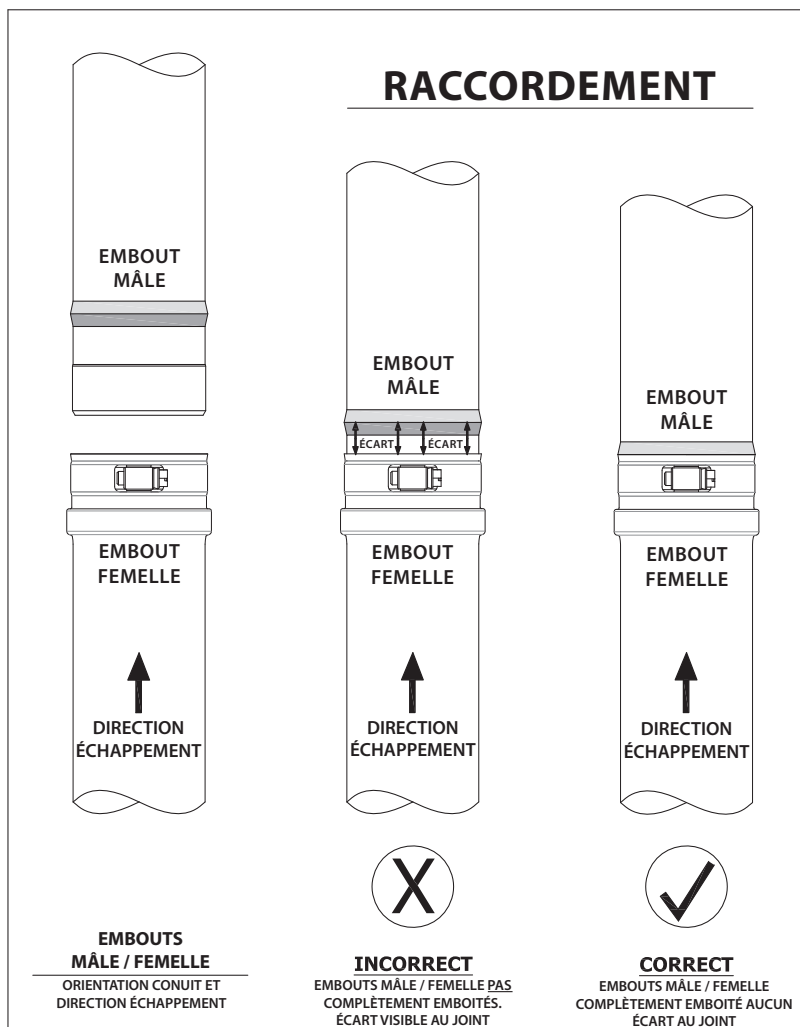
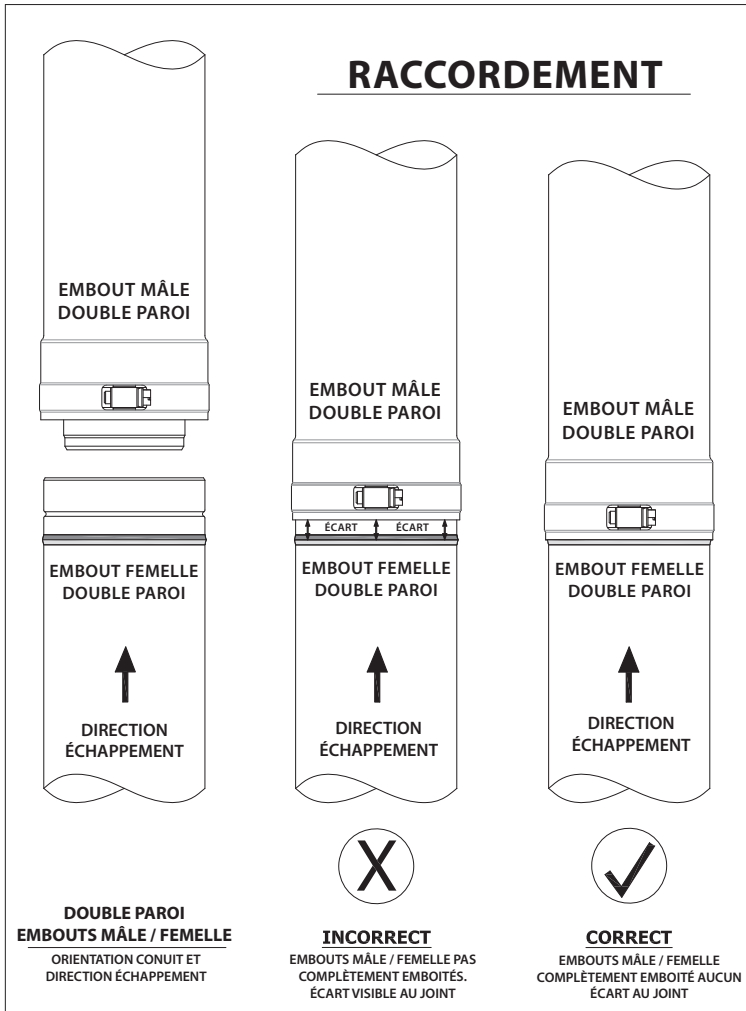

Figure 2
Figure 2a
1. Insérer l'extrémité mâle dans la section femelle. Pousser les unités l'une dans l'autre et les tourner jusqu'à ce que la moitié du bourrelet de l'extrémité mâle soit recouverte par le bord évasé de l'extrémité femelle. (*voir Figure 2 et Figure 2a*). Ceci assure l'étanchéité à l'air nécessaire pour les appareils de catégorie II, III ou IV. Aligner les jointures des tuyaux d'évent et les orienter vers le haut dans toutes les applications horizontales.